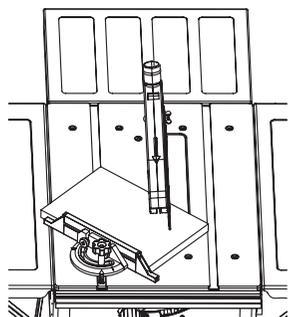

Fig. 22
5. Making cross cuts (Fig. 22)